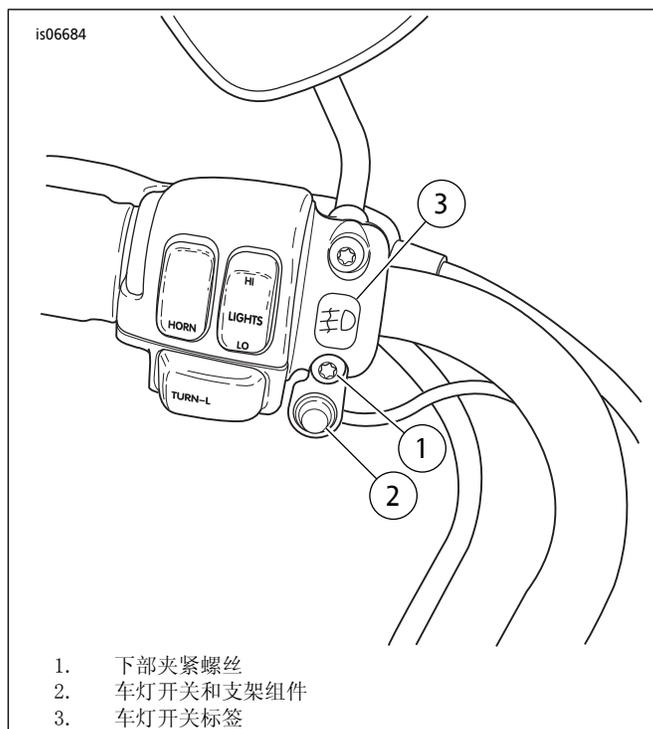

图6。安装灯开关(图示为1996年款及之后车型)
- 参见图6。从离合器控制件夹具上拆下下部螺丝(1)和垫圈,安装车灯开关和支架组件(2)。安装螺丝和垫圈并拧紧至7-9 N·m(60-80 in-lbs)。对于国际应用:在离合器控制件夹具上安装雾灯开关标签(3)。